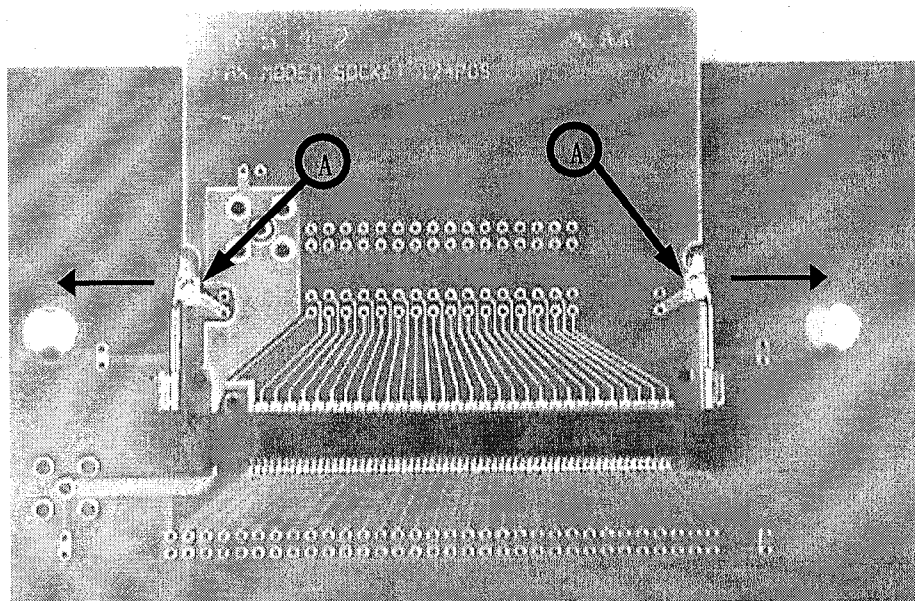

Fig. 7
(2) モジュールボード取り外し方法
① Move both side of Latch simultaneously in the direction shown in Fig. 7, and remove the lock from the board.
① ラッチを、左右同時に Fig. 7 に示すように矢印の方向に動かし、基板から解除します。
(*1) After the lock is released (displacement of 1mm on point A in the Fig. 7), don't deform the latch arm any more. And don't operate the latch with up to 440gf or higher.
(*1) 基板が解除された (FIG. 7 A 部にて 1mm の変位) 後、更にラッチを変位させないでください。また、440gf 以上の荷重を加えないでください。